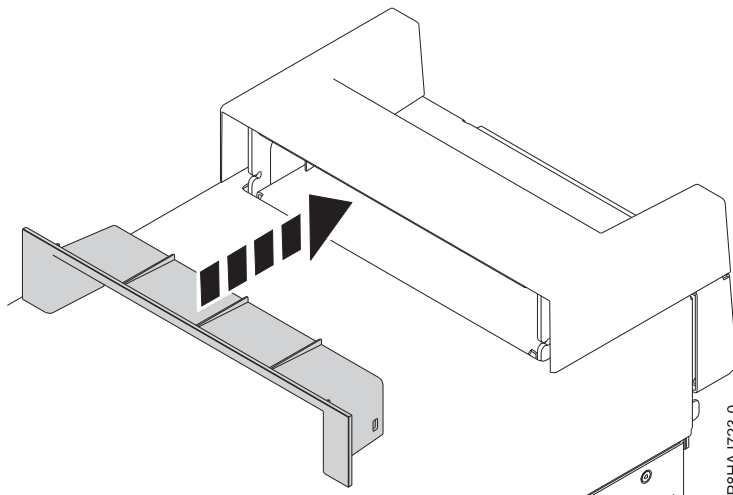

Abbildung 19. Element innerhalb der Griffabdeckung bei einem Standalone-System vom Typ 8286-41A einsetzen
2. Setzen Sie das Element innerhalb der Griffabdeckung ein, indem Sie es fest in die Griffabdeckung drücken (siehe Abb. 19).